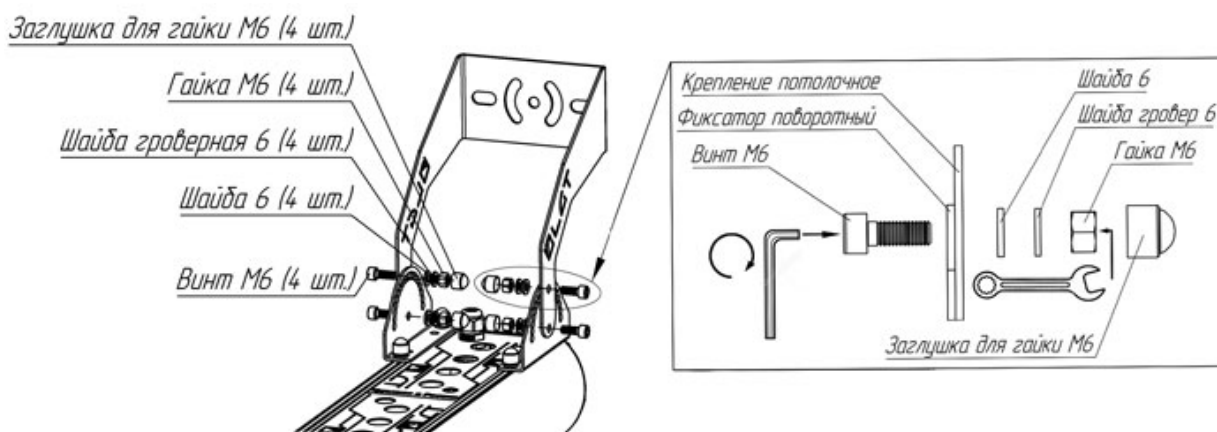

Рис. 6
6.7.6 Прикрепить скобу поворотную к фиксаторам поворотным (Рис. 6).